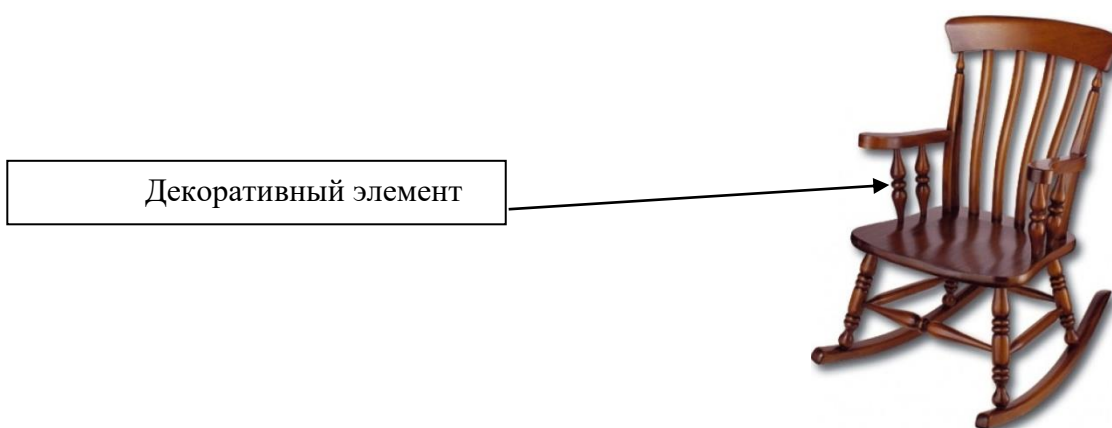

Рис. 1. Образец кресла-качалки с подлокотниками
1. С помощью образца (рис. 1) и по заданным габаритным размерам сконструировать и выточить декоративные детали для подлокотников кресла-качалки.